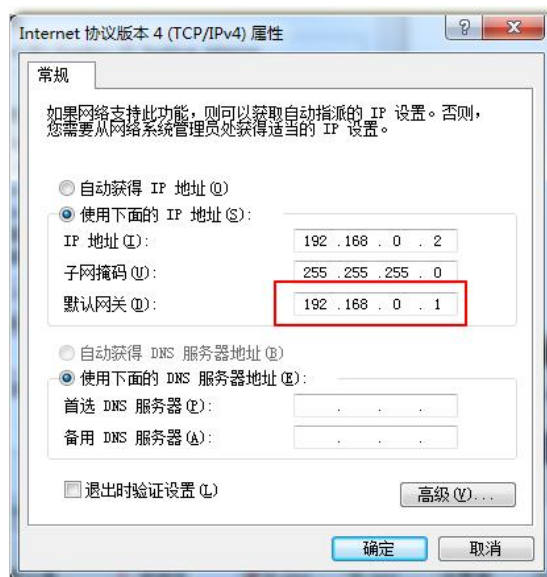

图2 设置PG网关
1. PG的网关设置：选择“开始 > 控制面板 > 网络和共享 > 本地连接>属性”打开 Internet Protocol Version 4(TCP/IPv4)，设置PG的 网关 地址，见图2。